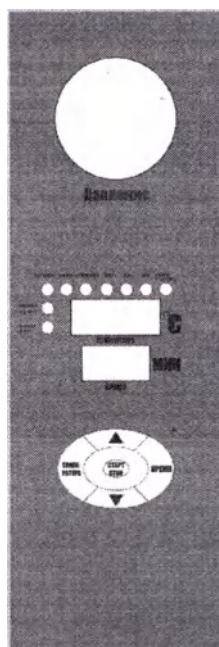

Рис.6 Пульт управления
10.2.9 На пульте управления находятся органы управления (см. рис. 6):